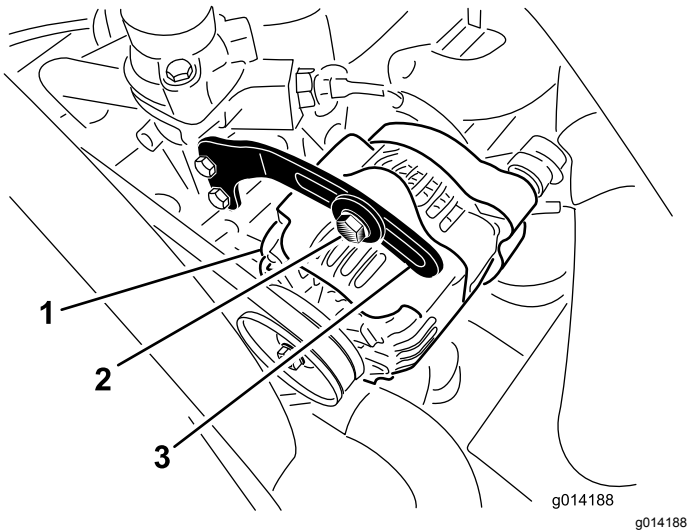

Рисунок 49
2. Проверьте натяжение ремня генератора, надавив на него (Рисунок 49) посередине между шкивами генератора и коленчатого вала с усилием 10 кг.
3. Ослабьте болт крепления скобы к генератору (Рисунок 49) и шарнирный болт генератора.